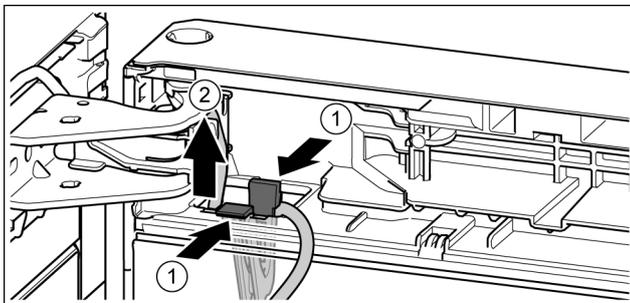

Fig. 20
- ▶ Spingere la linguetta. Fig. 20 (1)
- ▶ Estrarre il reggicavo con il relativo cavo fissato. Fig. 20 (2)